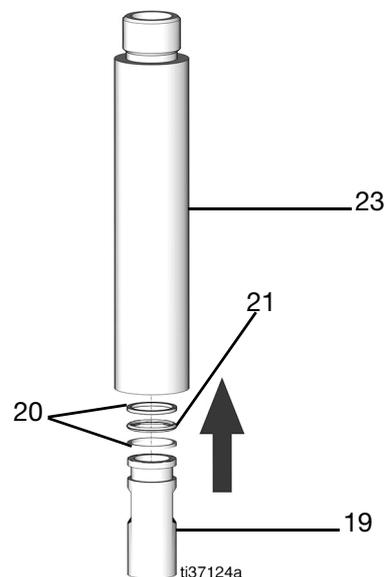

FIG. 59
13. Remplacer les deux bagues d'appui (20) et le joint torique (21) par des bagues d'appui et un joint torique neufs et graisser légèrement (FIG. 59).
14. Placer la douille du piston (19) dans le tube du bas de pompe (23) jusqu'à ce qu'elle soit bien positionnée (FIG. 59).